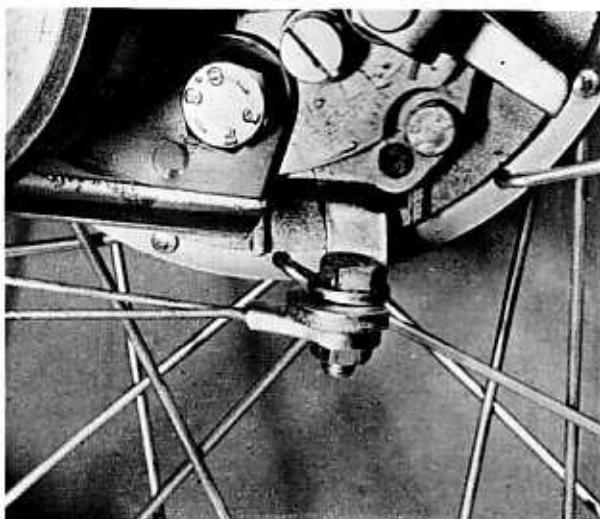

Bild 142
- An den Eingangmodellen die drei Motorbefestigungsschrauben lockern und den Motor ganz nach hinten schieben, damit der Keilriemen von der hinteren Riemscheibe abgenommen werden kann. An den Variomat-Modellen die beiden vorderen Motorbefestigungsschrauben lockern und die kurze hintere Schraube ganz entfernen, damit der Motor nach hinten verschoben und der Keilriemen von der vorderen Riemscheibe abgenommen werden kann. Das Bremsseil vom Bremsnockenhebel abklemmen (Bild 142).